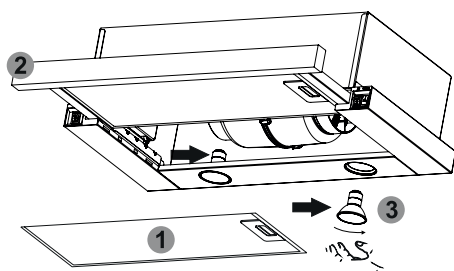

Abb.6
8.6 Um den Aluminiumfilter zu entfernen (Abb. 6), drücken Sie auf die Federverriegelung des Aluminiumfilters 1 und entfernen Sie ihn. Schublade mit Filter 2 herausziehen und Aluminiumfilter 3 herausnehmen. Der Filter wird in umgekehrter Reihenfolge installiert. Installieren Sie den Filter nach dem Waschen erst, wenn er vollständig getrocknet ist.